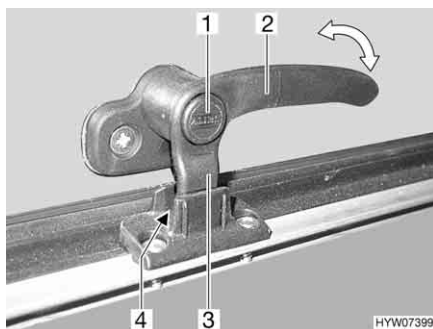
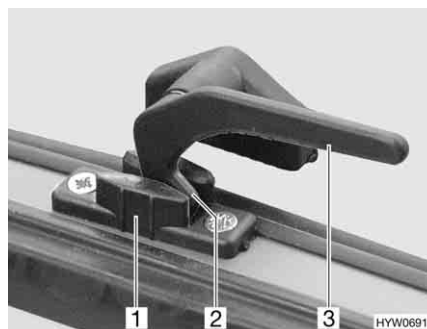

Bild 111 Låsarm med låsknapp i läget "kontinuerlig vädning"
Bild 112 Låsarm i läget "kontinuerlig vädning"
- I läget "kontinuerlig vädning" (Bild 111 och Bild 112)
- Tryck på låsknappen (Bild 111,1) om sådan finns och håll den nedtryckt.
- Sväng låsarmen (Bild 111,2 eller Bild 112,3) ett kvarts varv mot fönstrets mitt.
- Vrid tillbaka låsarmen. Därvid måste låsarmens låsspak (Bild 111,3 eller Bild 112,2) föras in i spåret på fönsterlåsen (Bild 111,4 eller Bild 112,1).
- Släpp låsknappen (Bild 111,1) om sådan finns.